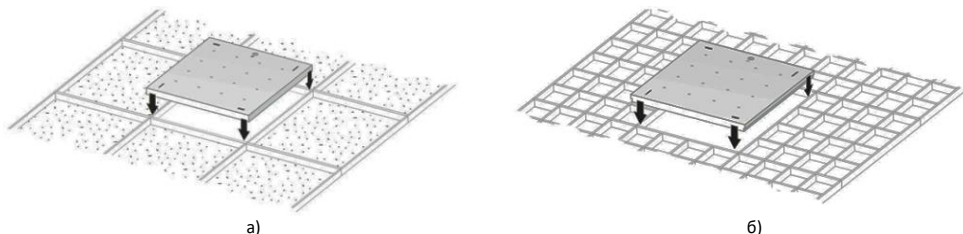

Рисунок 8 — Установка светильника Geniled серии Офис, ЛПО (а), серии Грильято (б) на подвесную конструкцию.
5.3.6. Установите светильник Geniled на монтируемое место (Рисунок 8, а — для потолка типа «Армстронг», б — для потолка типа «Грильято»). Следите за тем, чтобы кабель не оказался зажат между элементами конструкции потолка и светильника. Убедитесь, что светильник надежно закреплен на потолке.